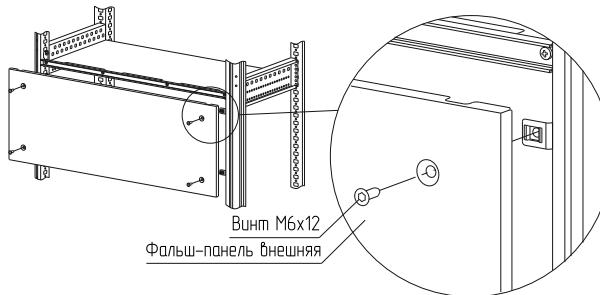

Рисунок 49
4.25.4 Закрепите фальш-панель внешнюю винтами M6×12 (рисунок 49), момент затяжки – 7 Н·м.